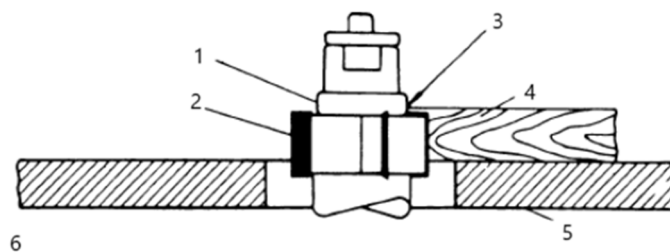
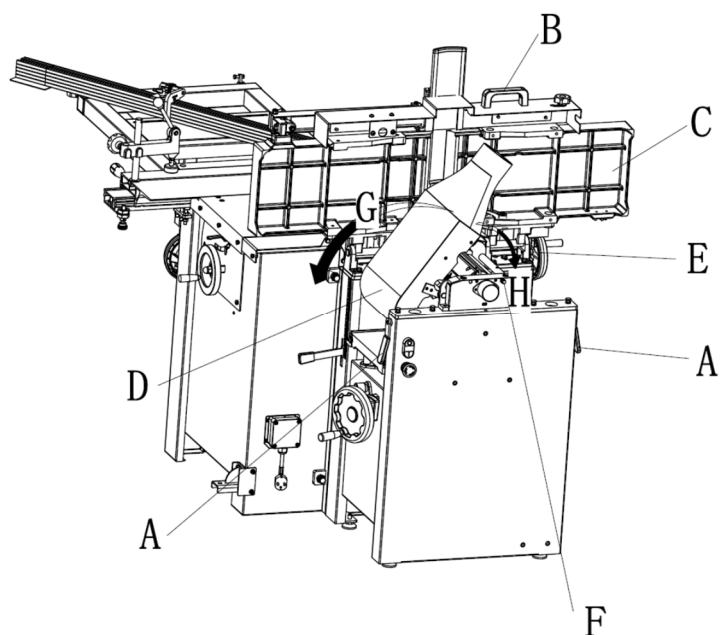

Figura 4
Figura 11
3. Una parte del borde de la pieza debe permanecer intacta con el cortador para que el collar tenga suficiente superficie de apoyo. Consulte la figura 4 para ver un ejemplo de superficie de apoyo insuficiente.
1. Suelte ambos seguros de la mesa del gabinete (A) girando las manijas hacia el operador y luego tirando hacia afuera de la máquina.
2. Levante la mesa (C, figura 11) utilizando el mango (B).
Una vez levantada, la mesa debe estar en posición vertical como se muestra en C, figura 4. El pestillo (E, figura 11) debe estar enganchado, evitando que la mesa se caiga accidentalmente hacia adelante.
3. Coloque el conducto de polvo (D, H, figura 11) a la derecha. Tenga mucho cuidado para evitar el contacto con las cuchillas del cabezal de corte.
Haciendo referencia a la figura 11. Para cambiar la configuración de la máquina de cepilladora a regruesadora: